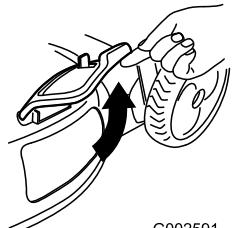

Figura 27
- Alzate lo sportello di scarico laterale per aprirlo (Figura 27).